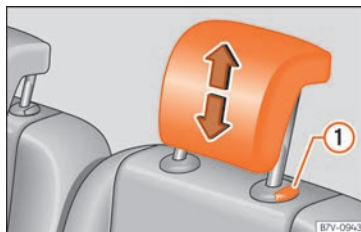

Abb. 132 Kopfstützeinstellung der zweiten der dritten Sitzreihe.
• Schieben Sie die Kopfstützen in die entsprechende Pfeilrichtung nach unten oder oben. Um die vorderen Kopfstützen nach oben oder nach unten zu schieben, muss die Taste »» Abb. 131 ① gedrückt werden; bei den hinteren Kopfstützen muss die Taste »» Abb. 132 ① nur zum Absenken gedrückt werden »» Δ in Einleitung zum Thema auf Seite 142.